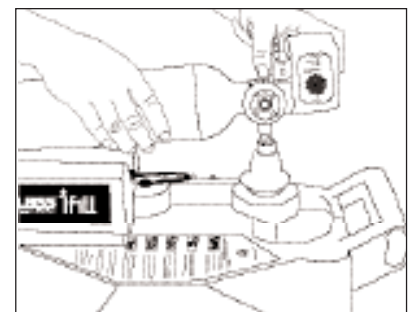

Abbildung 2
4. Positionieren Sie die Gasflasche über der Flaschenauflage, so dass der Nippelanschluss der Sauerstoffflasche und der Füllanschluss aufeinander ausgerichtet sind. Drücken Sie auf die Gasflasche bis sie hörbar einrastet (Abbildung 2.) **HINWEIS**—Bei Verwendung der kleineren Gasflaschen der Größen M4 und M6 muss die Abdeckung des Sauerstoff-Füllanschlusses/Gasflaschenadapter zur Unterstützung der Gasflasche in die Flaschenauflage gelegt werden. Bei Verwendung der größeren Gasflaschen der Größen ML6, C, D oder E ist der Sauerstoff-Füllanschluss/Gasflaschenadapter nicht erforderlich und kann zur Seite überhängen.